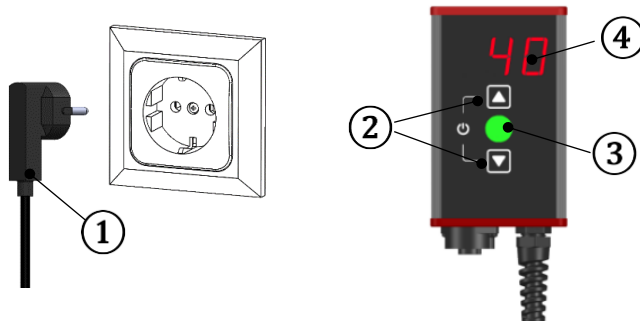

Abbildung 6.5.1
6.5 Inbetriebnahme (Abbildung 6.5.1)